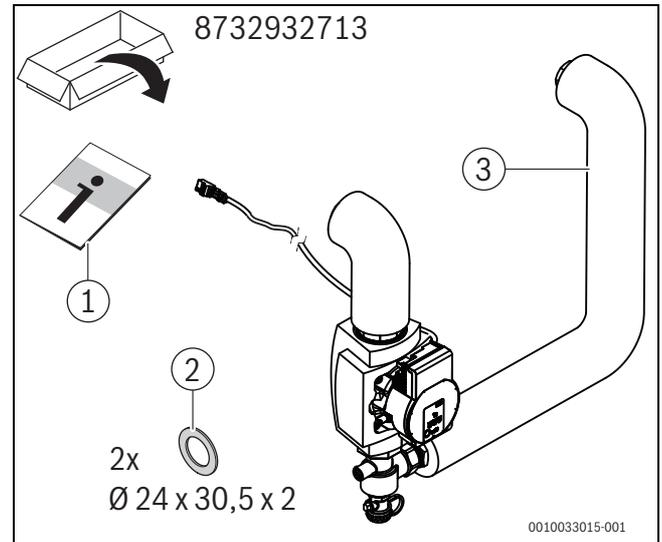

Bild 1
- Rohrgruppe Hybrid Bypass (→Bild 1), wenn kein Warmwasserspeicher verwendet wird.